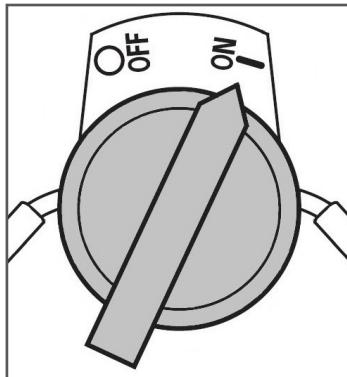

Рис. 21 Выключатель зажигания
5. Выключатель зажигания переведите в положение «ON» (Включено) (Рис. 21).
При возникновении аварийной ситуации, для экстренной остановки двигателя переведите выключатель зажигания двигателя в положение «OFF» (Выключено) (Рис. 21).
4. Переведите выключатель зажигания в положение «OFF» (Выключено) (Рис. 21).